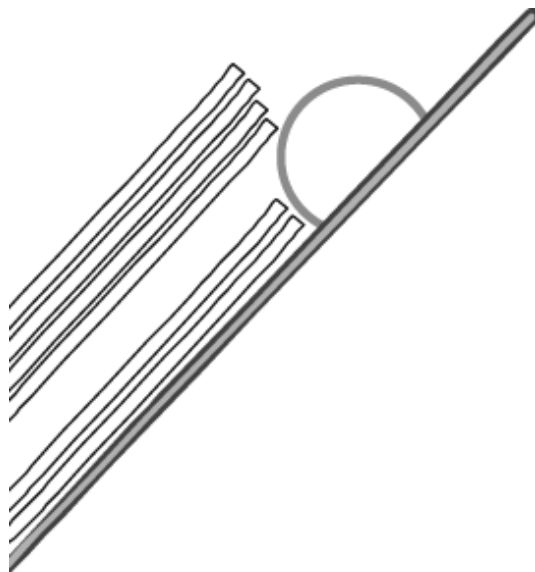

Abbildung 12: Position der Führung
- Schieben Sie die Führung in Richtung des Stapels, sodass die unteren zwei oder drei Medien vom Gewicht des Stapels befreit sind (wie in Abbildung 12 veranschaulicht).